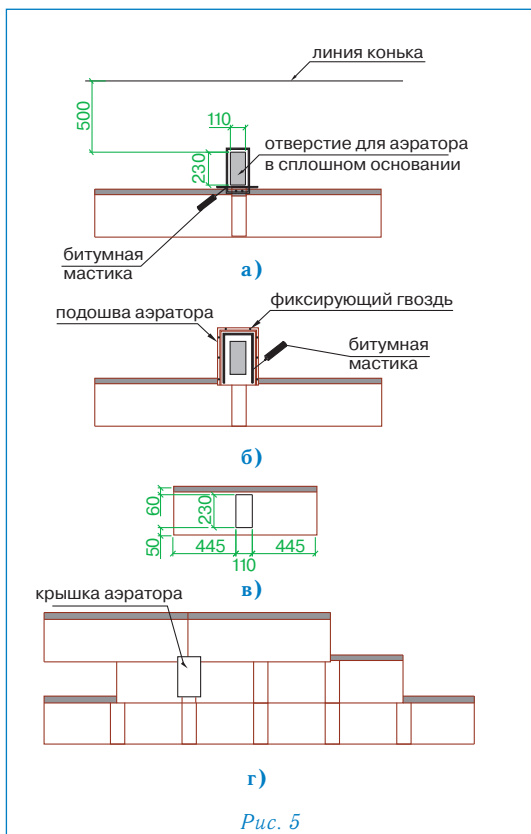

Рис. 5
Установка аэратора (рис. 5)
- В сплошном основании кровли прорезается отверстие 110 × 230 мм, расположенное согласно рис. 5а;
- корпус аэратора устанавливается поверх отверстия и фиксируется гвоздями из нержавеющей стали; по верхней и боковым сторонам подошвы корпуса также наносится битумная мастика (рис. 5б);
- далее укладывается очередной ряд черепицы; подошва аэратора при этом закрывается листом ПРЕСТИЖ ВИЗАНТИЯ с заранее прорезанным в нем отверстием (рис. 5в);
- на корпус аэратора устанавливается крышка, которая фиксируется нажатием (до щелчка) (рис. 5г).